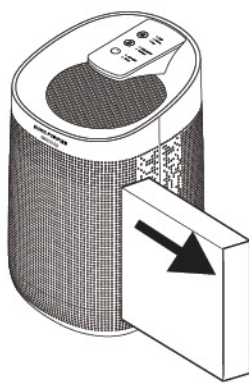

fig. 2
2. Estrarre accuratamente il filtro (fig. 2).